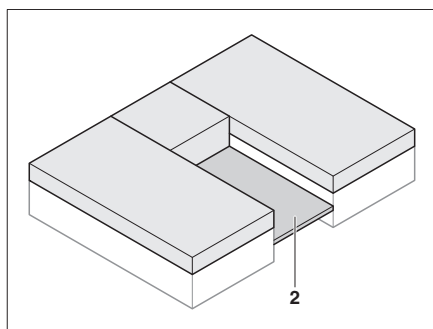

Fig. 75 Estrarre il telaio portamaterasso
- Estrarre il telaio portamaterasso (Fig. 75,2) tra i letti singoli.